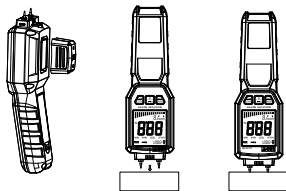

Figura 3
- 3) Rimuovi la coperta protettiva e il manico in silicone, deposita la coperta nel compartimento posteriore (Figura 3).
- 4) Inserisci verticalmente la sonde del prodotto nell'oggetto da ispezionare: la profondità massima di inserimento corrisponde alla posizione limite della sonde (Figura 3).